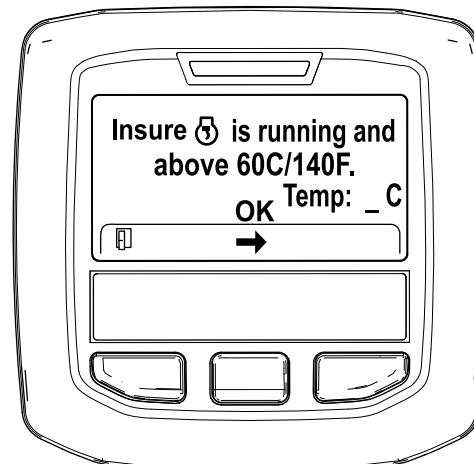

Figura 32
5. Si la temperatura del refrigerante se encuentra por debajo de 60 °C (140 °F) aparece el mensaje "Insure  is running and above 60C/140F" (Asegúrese de que está funcionando y por encima de 60 °C/140 °F). (Figura 32).